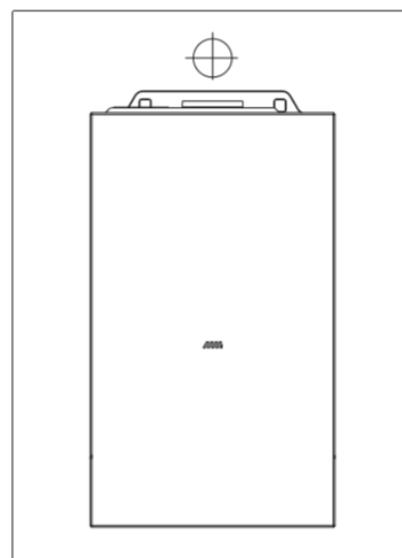

Рис. 7
- е) далее котел навесьте на подвесную панель (рис. 7)